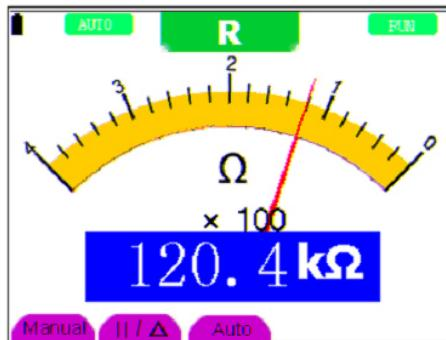

Figura 34: Medida de resistencia.
3. Conecte el otro extremo de los cables rojo y negro a la resistencia que desea medir. La lectura del valor de la resistencia se mostrará en la pantalla en Ohmios. (Ver Figura 34).